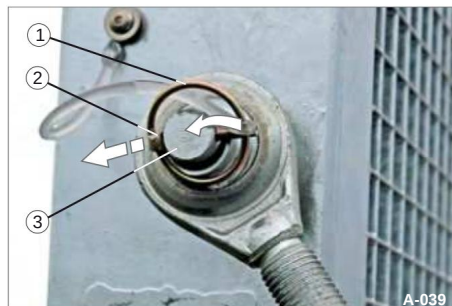

Fig. 58 Slip den øverste sikkerhedsstang
• Drej låseringen (Fig. 58/1).
• Træk låsestiften (fig. 58/2) ud af bolten (fig. 58/3).